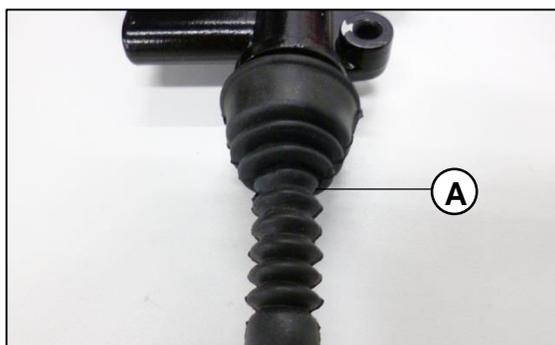

fig. .40
Retire la funda o guardapolvo (A) de la bomba de freno.Fig.40